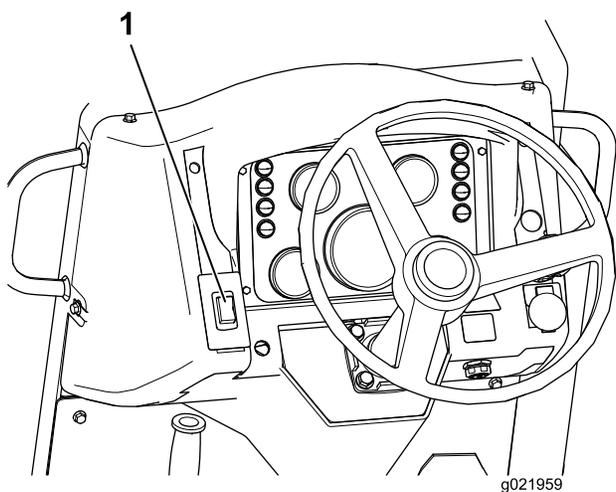

Figura 24
1. Mova o interruptor do freio de estacionamento (Figura 24) para cima para acionar o freio.